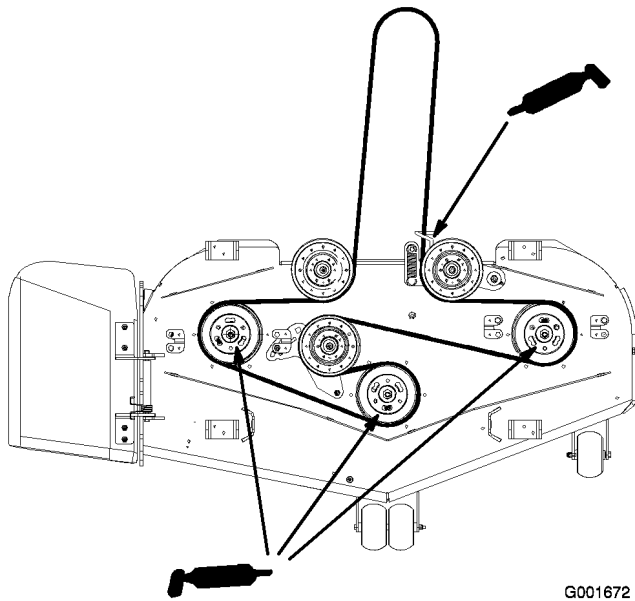

Figure 27
4. Lubrifiez les roulements des trois axes sous les poulies jusqu'à ce que la graisse sorte par les joints inférieurs (Figure 27).
5. Graissez le bras de la poulie de tension sur le plateau de coupe (Figure 27).
6. Lubrifiez les graisseurs des bras de poussée (Figure 27).